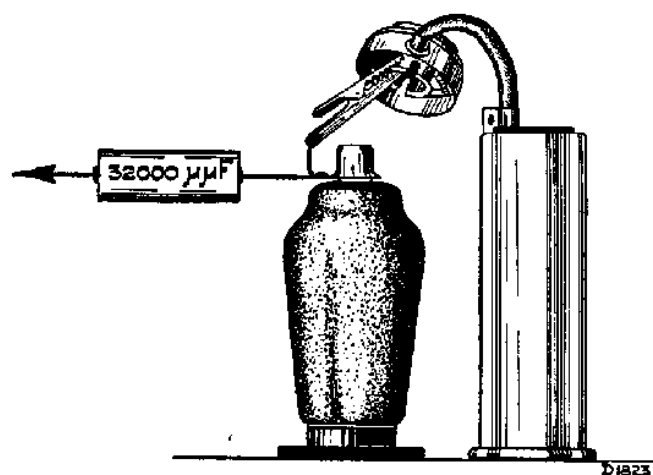

Abb. 2
7. Moduliertes Signal von 128 kHz über 32.000 $\mu\mu\text{F}$ an das vierte Gitter von L1 zuführen (siehe Abb. 2) und die Kappe des zweiten Z.F.-Frequenztransformators abnehmen.